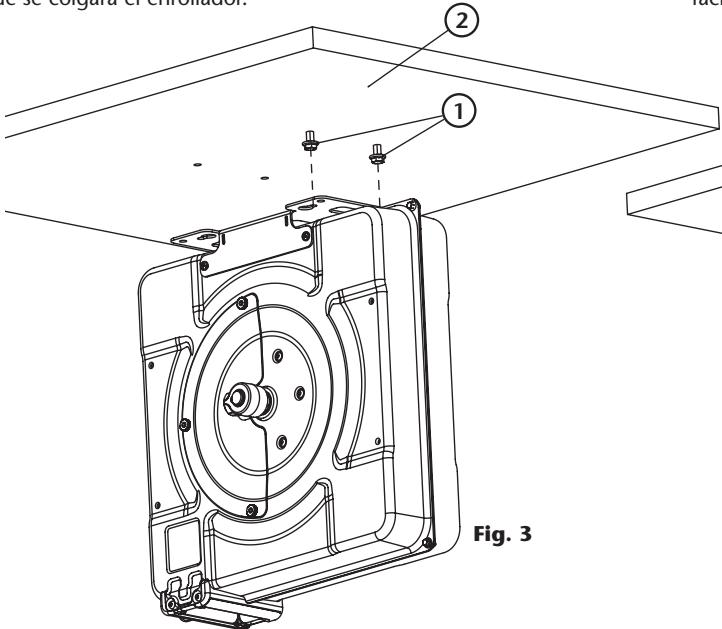

Fig. 3
2. Para instalar el enrollador sobre la superficie de montaje (2) (fig. 3), primero se recomienda introducir 2 tornillos de M10 (1) (fig. 3) sobre la superficie, dejando sobresalir las cabezas de estos sobre las que se colgará el enrollador.